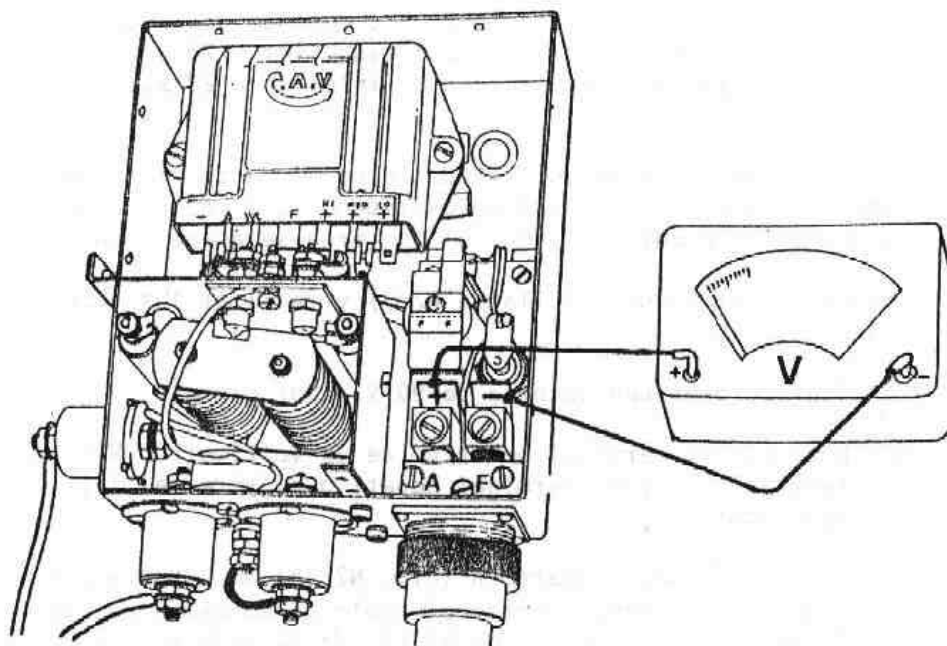

Fig. N2-42 Comprobación del regulador
- Conectar el voltímetro a los terminales positivo y negativo de entrada en la caja del regulador (Fig. N2-42).
g) Poner en funcionamiento el motor a un régimen alto de ralentí (1.400 r.p.m. del alternador) y comprobar la lectura del voltímetro - (Fig. N2-42). Si la lectura es superior a 28 V., el regulador está defectuoso, y si la lectura es inferior a 28 V., el alternador está defectuoso.